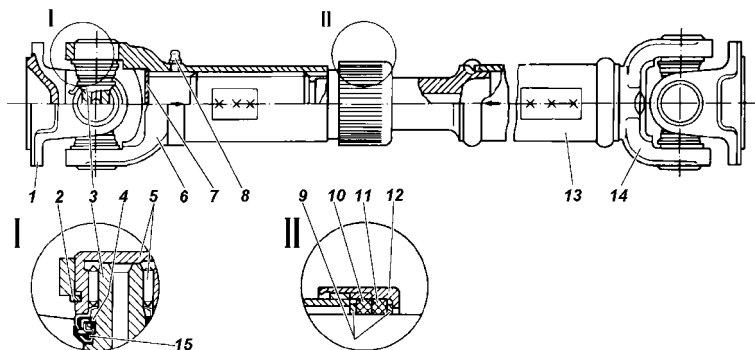

Рис. 5.15. Задний карданный вал:
**Задний карданный вал** (рис. 5.15) состоит из тонкостенной трубы 13, в один конец которой запрессована и приварена вилка 14 карданного шарнира, а в другой - шлицевый конец. На шлицевый конец установлена скользящая вилка 6 с внутренними шлицами, по которым перемещается шлицевый конец при изменении длины карданного вала.